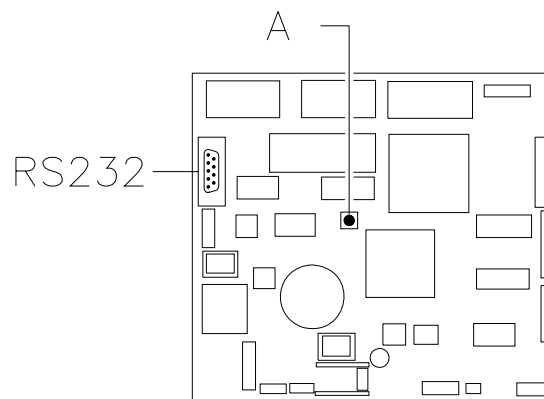

ABB. 5
- Wenn auf dem Display die Zeile "MEMORY CLEARED" erscheint, zur Initialisierung des Speichers den Knopf auf der Hauptkarte im Innern der Münzspeicher-Box (siehe ABB. 5) drücken. Auf dem Display erscheint die Meldung "TÜR OFFEN AUTOMAT IM WARTUNGSMODUS". Der Verkaufsautomat beginnt nun selbständig mit einem Autotest. Wenn kein Fehler gefunden wird, bewegt sich die Säule in Anfangsstellung und das Gerät ist betriebsbereit.
Beim Einschalten des Automaten erscheint auf dem Display die Schrift "INIT" und dann "MEMORY CLEARED", falls der Speicher keine Daten enthält oder die enthaltenen Daten nicht zuverlässig sind. Die Nachricht init bleibt so lange, bis die Hauptplatine und die Leistungskarte in Verbindung treten.. Den gleichen Zustand erreicht man, wenn das Kommando "Speicherlöschung" ausgeführt wird oder wenn der Speicher beschädigt ist. Indem man die Taste A ABB. 5 drückt, die sich auf der Hauptkarte innerhalb des Münzgerätes ABB. 2 Punkt 1 befindet, wird der Speicher automatisch wiederhergestellt, mit den vordefinierten Werten, die im Abschnitt Anweisungen beschrieben sind.
Die Tür des Münzgerätes öffnen und die Modus-Taste Punkt A ABB. 5 für ca. 2 Sek. gedrückt halten, bis in der zweiten Zeile des Automatendisplay die Anzeige "**Befehl 00**" erscheint und der Summer einen langen Ton hervorbringt. In der ersten Zeile des Displays erscheint dagegen die Anzeige, daß sich der Automat in der Programmierung befindet. Diese Menüebene ermöglicht es nur, auf die Kommandos zur Preisänderung und der Anzeige Verkauf pro Preis zuzugreifen (Kommandos 03-04-05-06). Die Den Knopf A erneut für 2 Sekunden drücken, um zum nächsten Menü zu gelangen, wo man die anderen Parameter des Automaten ändern kann. Die Anzeige "Kommando 00" bedeutet, daß es möglich ist, die Verkaufsdaten zu lesen und die Betriebsparameter des Automaten zu programmieren. Die Taste 11 zum Verlassen des Programmiermodus drücken.